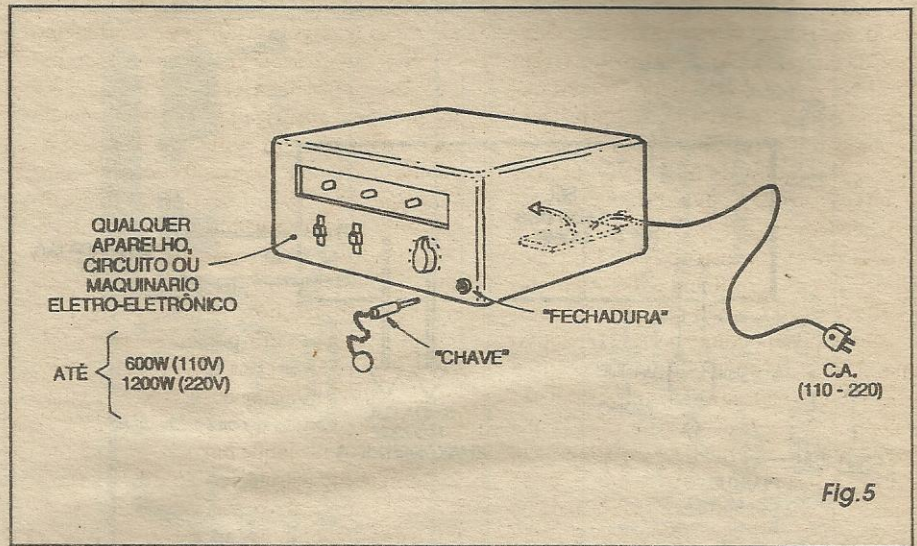

Fig.5
- FIG. 5 - UMA POSSIBILIDADE PRÁTICA DE UTILIZAÇÃO DO SEL... - Se, por exemplo, o caro leitor/hobbysta pretender restringir o uso de determinado aparelho eletro-eletrônico, de maneira que ninguém mais possa acionar (ligar-desligar...) o dito aparelho, a figura dá uma boa idéia geral de como isso pode ser conseguido com o SEL... Basta enfiar a plaquinha do SÓ EU LIGO lá dentro do
O SENSOR DE SEGURANÇA CONTRA INCÊNDIO, mostrado em APE 64, é um projeto que venho procurando há muito tempo (inclusive já fiz algumas tentativas, de minha própria invenção, mas nenhuma com resultados totalmente positivos...). Realizei a montagem, experimentalmente (antes de partir para a versão definitiva...) e comprovei o funcionamento, porém com alguns probleminhas que agora relato, na esperança de que vocês possam me auxiliar a resolvê-los... Estou mandando um desenho de como acomodei os diodos sensores numa calha metálica, para recolher e sentir o calor... Depois de cuidadosamente calibrado, o circuito realmente funcionou, mas estou achando que a sensibilidade ficou muito reduzida, já que necessita de certa proximidade da fonte de calor, para efetivo disparo... Na verdade, para as aplicações que pretendo, haveria a necessidade do circuito realmente perceber o calor numa distância maior, e mais rapidamente, o que não está ocorrendo no meu protótipo... Não consegui obter aquela parábola refletora indicada no artigo (fig. 5, pág. 7, APE 64)... Será que se o refletor/concentrador de calor não for exatamente conforme descrito, o SESCOI não funcionará...? Além disso, haverá alguma maneira de tornar maior a própria sensibilidade do circuito...? Agradeço por qualquer auxílio que possam me dar, através do **CORREIO** (eu espero...) - Noemir C. de Souza - Recife - PE